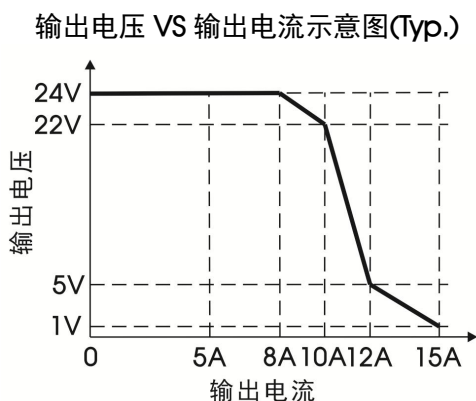

图 3
2.图3表示产品在额定输出电流时为24V输出, 随着电流增加到100%-150%Io(TYP)时进入过载状态, 当>150%Io(TYP)时进入过流保护且随着输出电流增大输出电压下降, 当输出电流增加到一定值时, 产品将进入恒流模式;